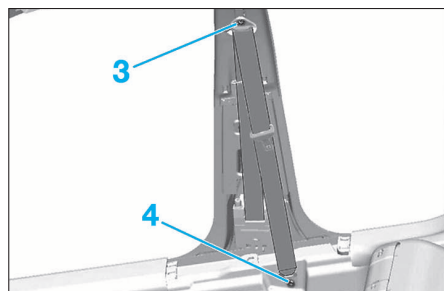

FIG. 18
- Décliper le cache (2) suivant (a).
- Déposer la vis (3) et (4) (Fig.18).